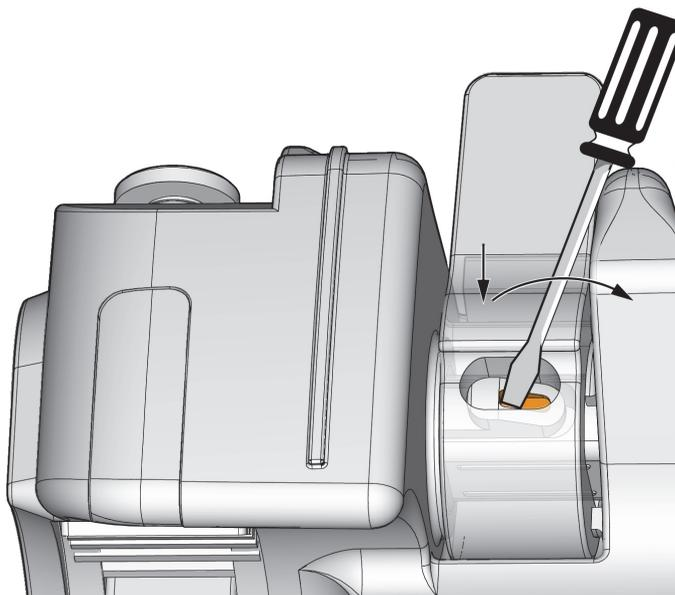

Figura 5-9 Muesca a llave del eje de freno
3. Introduzca la punta de un destornillador plano en la muesca a llave del eje (ver Figura 5-9 en la página 83).
4. Presione la llave del eje e incline el destornillador hacia dentro para empujar el eje hacia fuera (ver las flechas en Figura 5-9 en la página 83).